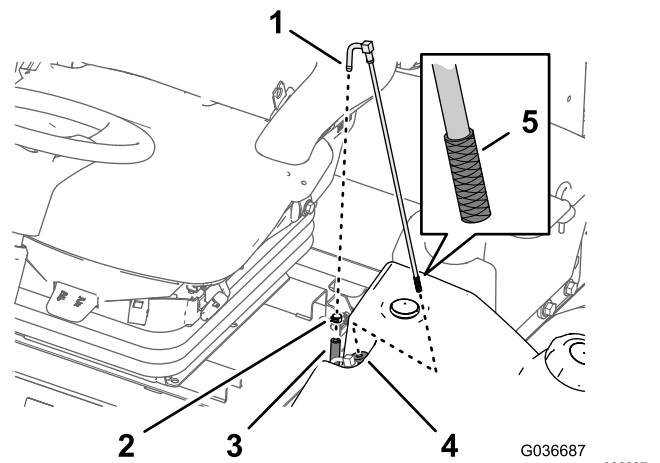

Figura 65
2. Separe o tubo da união (Figura 65).
3. Levante o tubo de recolha de combustível do depósito do combustível (Figura 65).
4. Limpe quaisquer detritos no filtro na extremidade do tubo de recolha de combustível (Figura 65).
5. Insira o tubo de recolha de combustível através do casquilho de borracha e no depósito (Figura 65).
1. Retire a braçadeira de tubos que prende o tubo de alimentação do combustível à união do tubo de recolha de combustível (Figura 65).